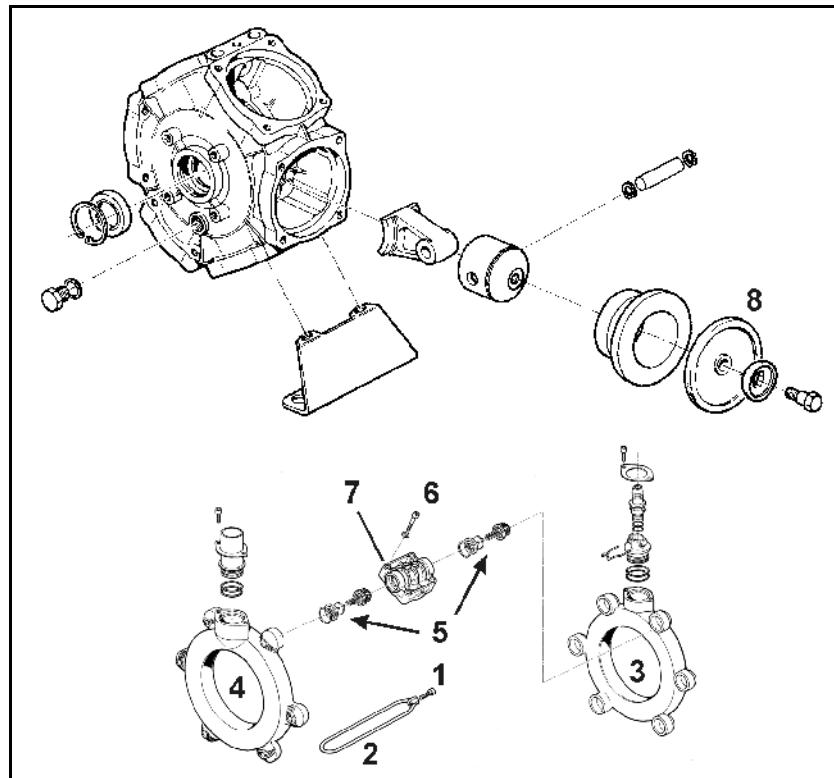

Fig. 149
- Kontroller at stempelmembranene (Fig. 149/1) fungerer som de skal minst én gang i året ved å demontere dem.
- Legg merke til hvordan ventilene på suge- og trykksiden er montert før du demonterer ventilgruppene (Fig. 149/5).
- Prinsipielt må alle stempelmembraner (Fig. 149/6) skiftes ut, også når bare én stempelmembran er svellet, brukket eller porøs.
2. Løsne skruene (Fig. 149/1) og fjern spennbøylen (Fig. 149/2).
3. Ta av suge- og trykkrøret (Fig. 149/3 og Fig. 149/4).
4. Ta av ventilgruppene (Fig. 149/5).
5. Fjern skruene (Fig. 149/6).
6. Ta av topplokket (Fig. 149/7).
7. Kontroller stempelmembranene (Fig. 149/8).
8. Skift ut skadde stempelmembraner (Fig. 149/8).